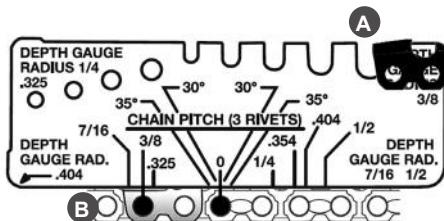

Рис. 24 Использование шаблона
- ке глубины резания («DEPTH GAUGE RADIUS») (Рис. 24 п. А). С помощью данного шаблона можно проверить форму ограничителя глубины резания для пильных цепей с шагом 0.325", 3/8", 0.404", 7/16" и 1/2".
6. Определение шага пильной цепи («CHAIN PITCH (3 RIVETS)») (Рис. 24 п. В). Для примера на Рис. 24 показана пильная цепь с шагом 3/8".